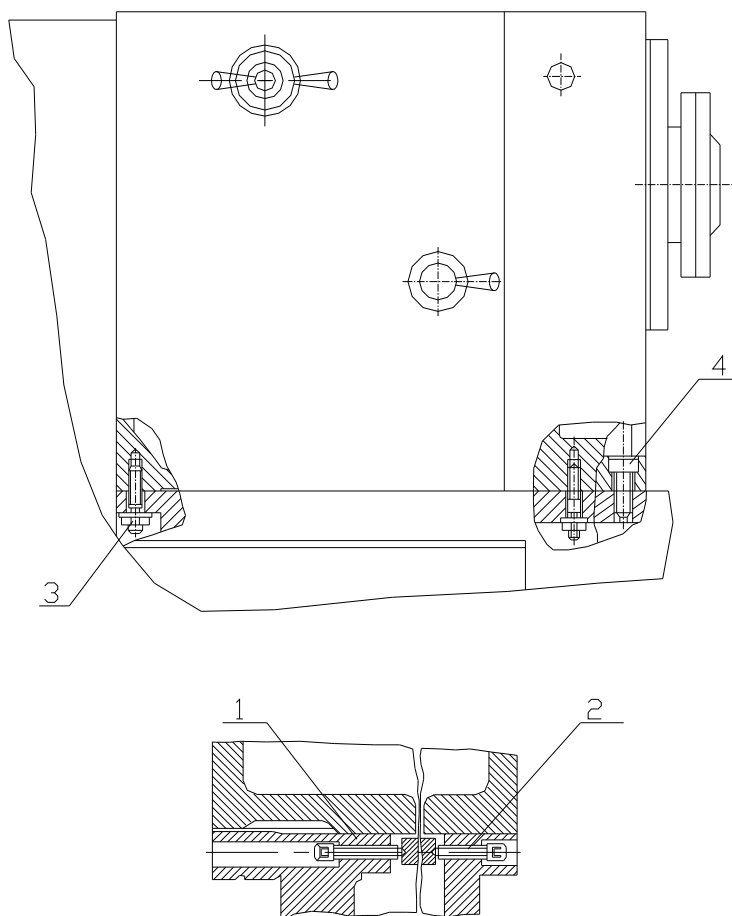

Рис.22
8.2. РЕГУЛИРОВАНИЕ ПОЛОЖЕНИЯ КОРОБКИ ВЕРЕТЕНА (рис.22)